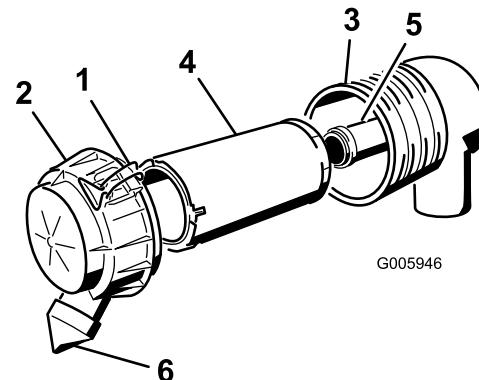

Bild 28
3. Lösen Sie die Riegel am Luftfilter und ziehen Sie die Abdeckung vom Gehäuse ab (Bild 28).
6. Schieben Sie den Hauptfilter vorsichtig aus dem Luftfiltergehäuse heraus (Bild 28). Vermeiden Sie ein Anstoßen des Filters an der Seite des Gehäuses.
- Wenn Sie den Sicherheitsfilter auswechseln, schieben Sie den neuen Filter vorsichtig in das Filtergehäuse (Bild 28).
- Schieben Sie den Hauptfilter vorsichtig auf den Sicherheitsfilter (Bild 28). Stellen Sie sicher, dass dieser einwandfrei einliegt, indem Sie beim Einbauen auf den äußeren Rand des Filters drücken.
- Bringen Sie die Luftfilterabdeckung mit der Seite an, auf der UP gestanzt ist, und rasten Sie die Riegel ein (Bild 28).